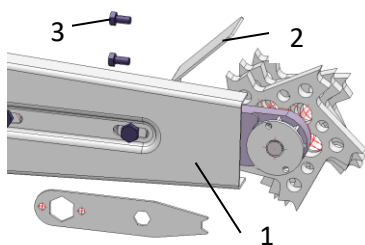

Fig. 4.: Montaggio della piastra di protezione
- > Montare la piastra di protezione sulla barra di guida (1 - Fig. 4).
- > La fresatrice scanalatrice ha un'altra piastra di protezione (2 - Fig.4). Questa è avvitata all'alloggiamento con due bulloni esagonali (3 - Fig.4).